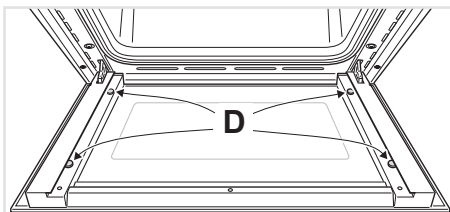

Fig. 6.23
- Verificare che i 4 distanziatori "D" siano nella loro posizione (fig. 6.23).